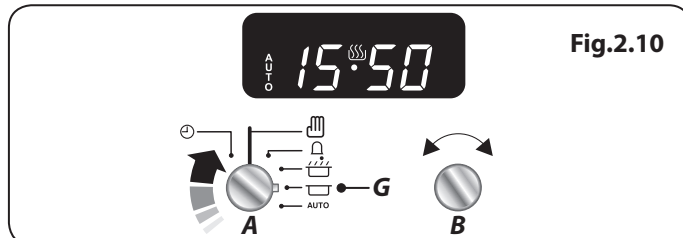

Fig.2.10
2. Vrid Timer-vredet (A) till inställningen för stopptid (G) (**Fig.2.10**). Displayen visar nu innevarande klockslag plus det "tillagningstid" som du just ställde in.